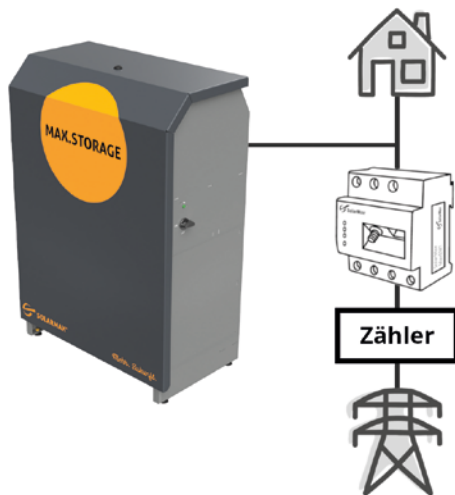
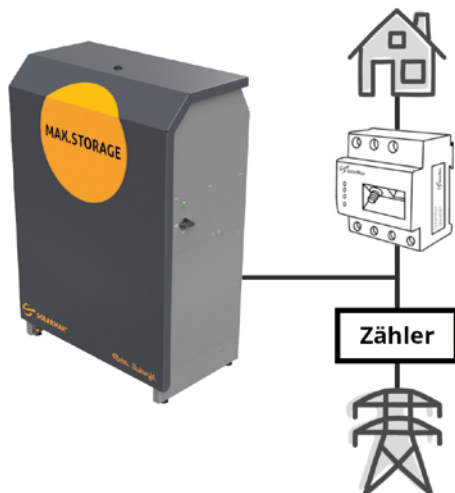

Abb. 15: Schaltbild zum Anschluss eines Modbus TCP Power Meters als Einspeise-/
Abb. 16: Schaltbild zum Anschluss eines Modbus TCP Power Meters als
2. Installieren Sie den Modbus TCP Zähler als Einpeise-/Bezugszähler (Abb. 15) oder als Eigenverbrauchszähler (Abb. 16) in Ihrem Hausnetz.